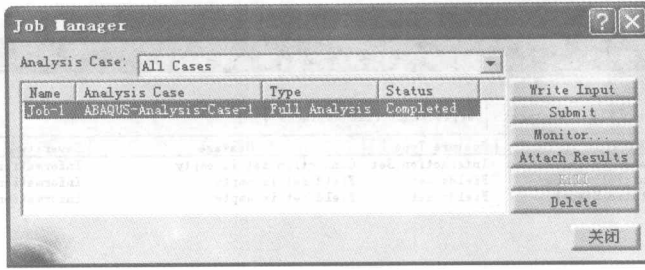

图 1-34 点击 Job Manager 工作管理对话框内的“Attach Results”粘贴结果按钮
(13) 显示分析结果。计算结束后，点击 Job Manager 工作管理对话框内的“Attach Results”粘贴结果按钮，将计算分析结果粘贴到当前的模型中，如图 1-34 所示。点击 Job Manager 工作管理对话框内的“关闭”按钮，将对话框关闭。